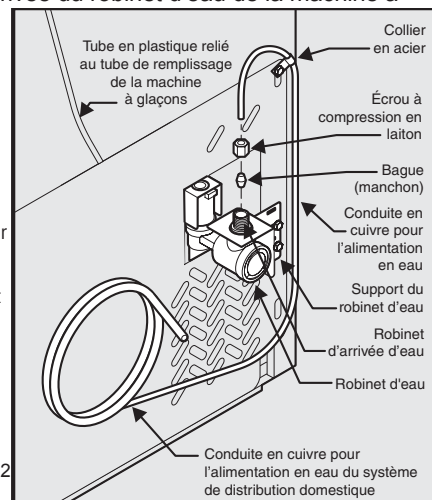

Figure 1
- Si vous utilisez du tuyau en cuivre - Faites glisser l'écrou à compression en laiton, puis installez la bague (le raccord) sur la conduite d'alimentation en eau. Poussez la conduite dans le robinet d'arrivée d'eau, aussi loin que possible (6 mm ou 1/4 po). Faites glisser la bague (le raccord) dans le robinet et serrez à la main l'écrou à compression sur le robinet. Serrez d'un autre demi-tour à l'aide d'une clé; NE serrez PAS trop. (Reportez-vous à la figure 1.)